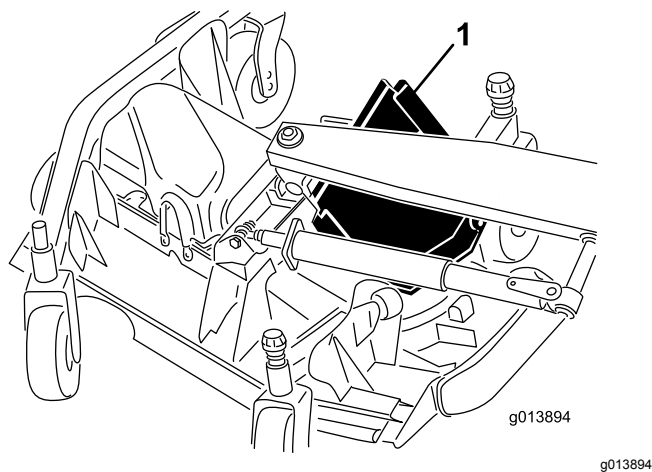

Figura 85
6. Levante el borde delantero y guíelo entre el brazo de elevación y el rodillo para retirarlo (**Figura 85**).